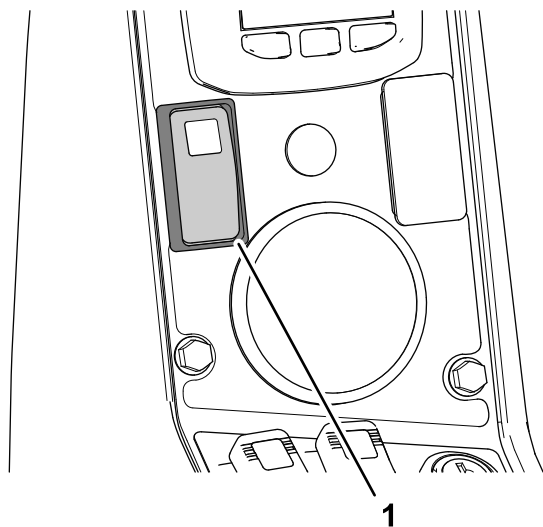

Figure 140
1. Appuyez sur la pédale d'accélérateur pour faire tourner le moteur à plein régime (papillon grand ouvert) et engagez la commande de blocage de l'accélérateur sur la machine (Figure 140).